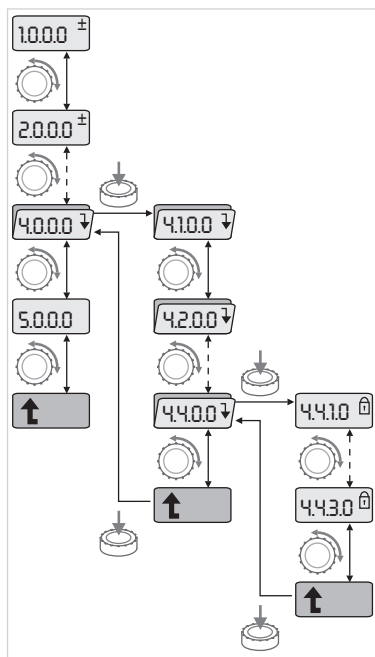

Fig. 39 : 导航示例
- 切换到菜单模式（请参见章节 8.6.2“切换到菜单模式”第 30 页）。如下在菜单中进行一般性导航（示例请见 Fig. 39）：